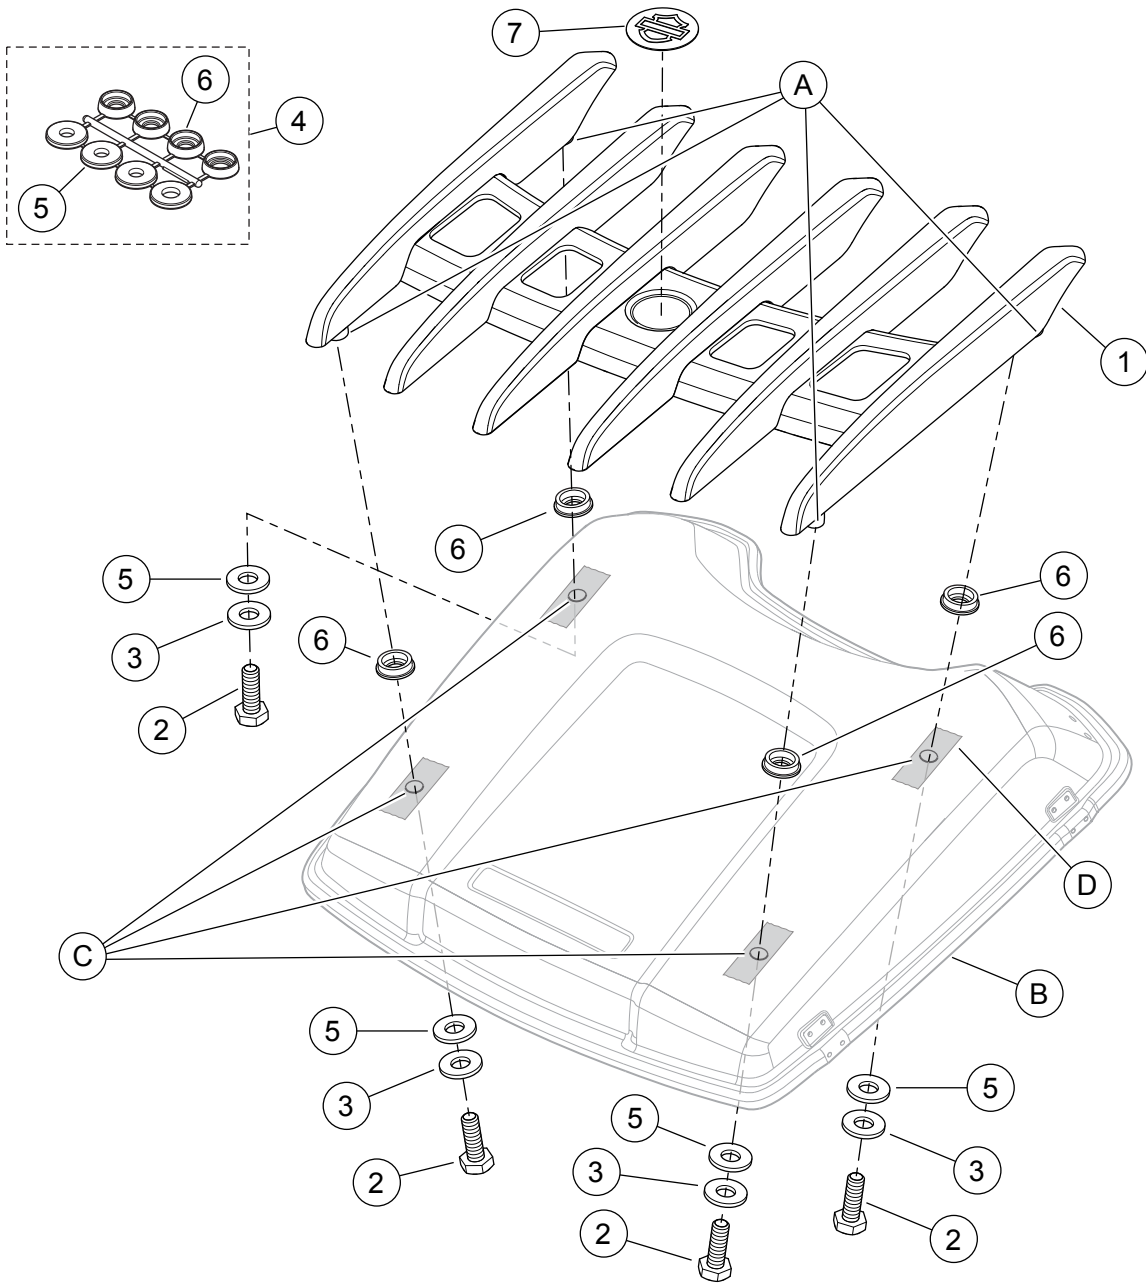

Figura 1. Piezas de servicio: Kit de rejilla para equipaje del Tour-Pak Stealth
Vea Figura 1 y Tabla 1.
2. Vea Figura 1. Corte las cuatro almohadillas (6) y arandelas (5) de montaje del juego de almohadillas y de arandelas de montaje (4).